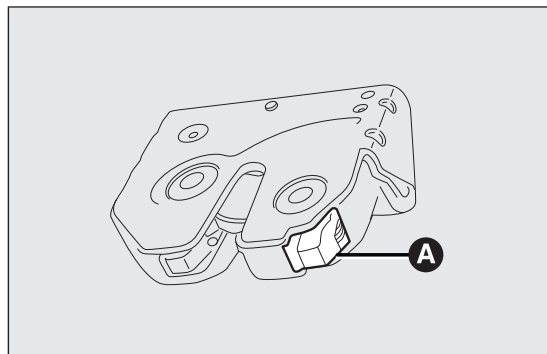

fig. 55
- ☐ para desbloquear mecánicamente el portón, en el interior del maletero, accionar la palanca A fig. 55.